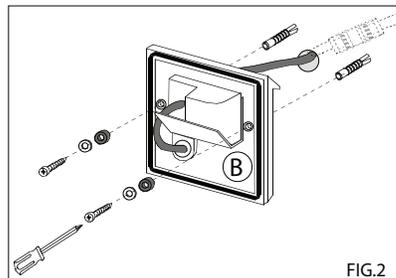

FIG.2
- Collegare il cavo dell'apparecchio al cavo di rete al di fuori dalla piastra B. FIG.2
- Fissare la piastra B a parete con viti, se necessario, tasselli adeguati (non in dotazione). FIG.2
- Connect the cable of the fitting to the network cable externally to the plate B. FIG.2
- Fix the plate B to the wall with screws and, if necessary, suitable dowels (not supplied). FIG.2
- Brancher le câble de l'appareil avec le câble de réseau à l'extérieur de la plaque B. FIG.2
- Fixer la plaque B au mur avec des vis et, si nécessaire, des chevilles appropriées (non fournies). FIG.2